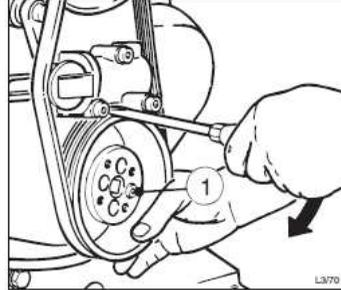

Abb. 56 – Zentrieren der Riemenscheibe
- Die restlichen zylindrischen Schrauben „1“ einschrauben und nachziehen (siehe Abb. 56).